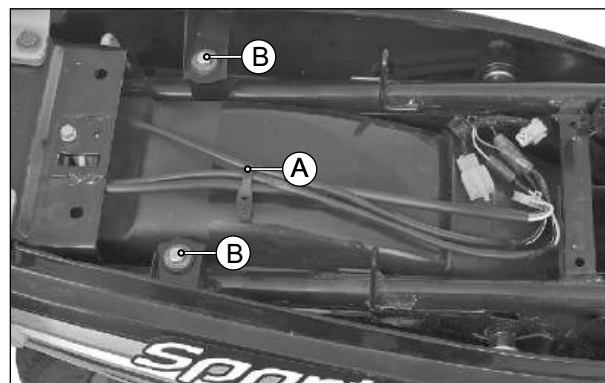

Fig. 1.25
- Desencaixe a fiação elétrica da lanterna traseira da cinta da fiação (A). (Fig. 1.25)
- Remova os parafusos (B) (M8x20) de fixação da carenagem traseira. (Fig. 1.25)